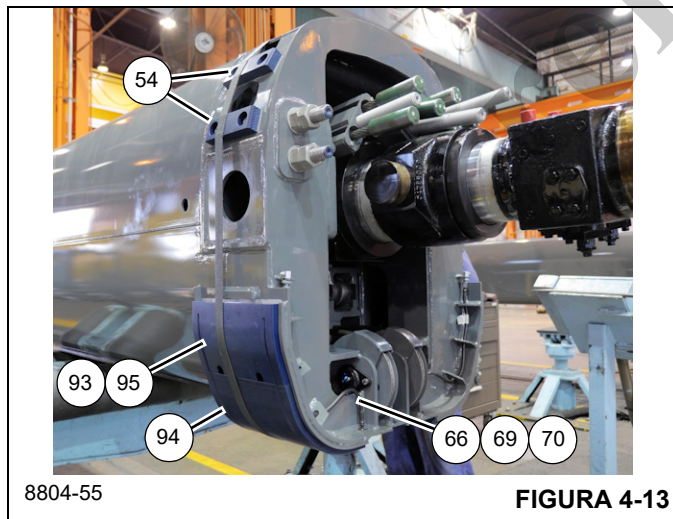

FIGURA 4-13
- 33. Retire la almohadilla de desgaste (95) y suplemento (93) de la parte trasera de la sección telescópica 2 (3) (lados izquierdo y derecho) (vea la Figura 4-13).
- 34. Retire el conjunto de manguera de engrase (66, 69, 70) de la almohadilla de desgaste (94) en la parte trasera de la sección telescópica 2 (3) (lados izquierdo y derecho) (vea la Figura 4-13).
- 35. Retire los dos pernos (56) que fijan la almohadilla de desgaste (6x-54) a la parte trasera de la sección telescópica 2 (3) (vea la Figura 4-13).